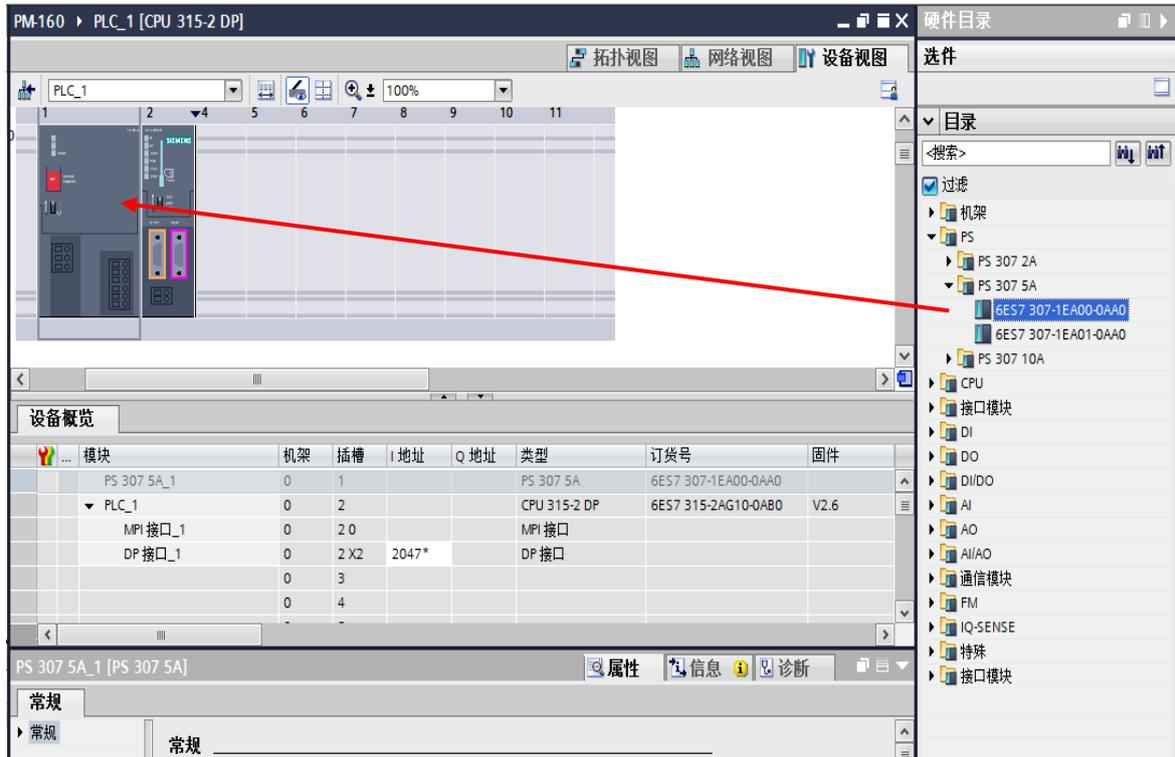

图 15 添加电源
3.2 添加电源模块，在右侧目录窗口中选择 PS > PS 307 5A > 6ES7 307-1EA00-0AA0, 双击或拖动将电源添加到机架上，如图 15 所示：